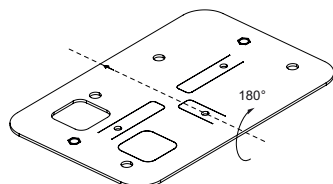
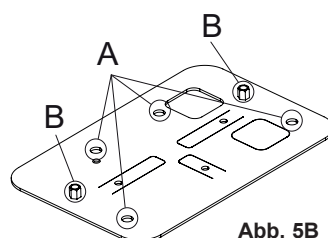

Abb. 5A
Abb. 5B
- 2) Die Platte mit dem zur Zahnstange (Abb. 5A) gerichteten Pfeil um 180° drehen, gemäß den Maßen von Abb. 3 ansetzen und als Schablone für die 4 Bohrungen der Dübel (Pos. A) sowie der Verankerungsschrauben des Getriebemotors (Pos. B) verwenden (Abb. 5B). Das Drehen der Platte ist erforderlich, da die Gewindeeinsätze ansonsten das ebene Verlegen der Platte verhindern.